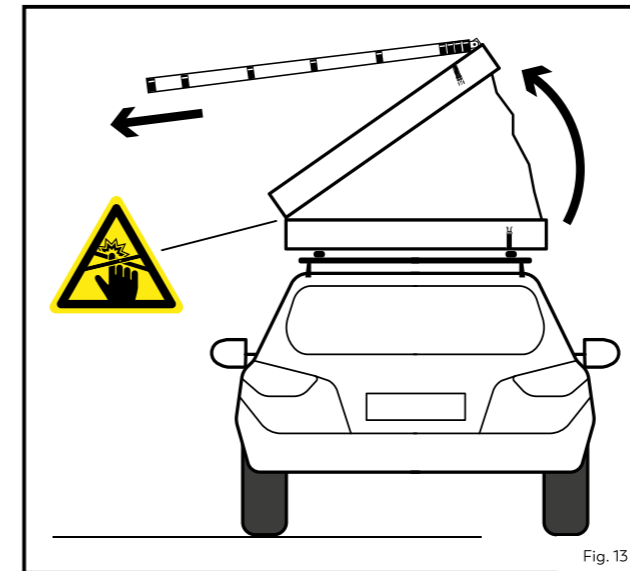

Fig. 13
6.4 Tirez les échelons de l'échelle aussi loin que nécessaire. Les échelons doivent alors s'enclencher de manière audible (voir figure 13).